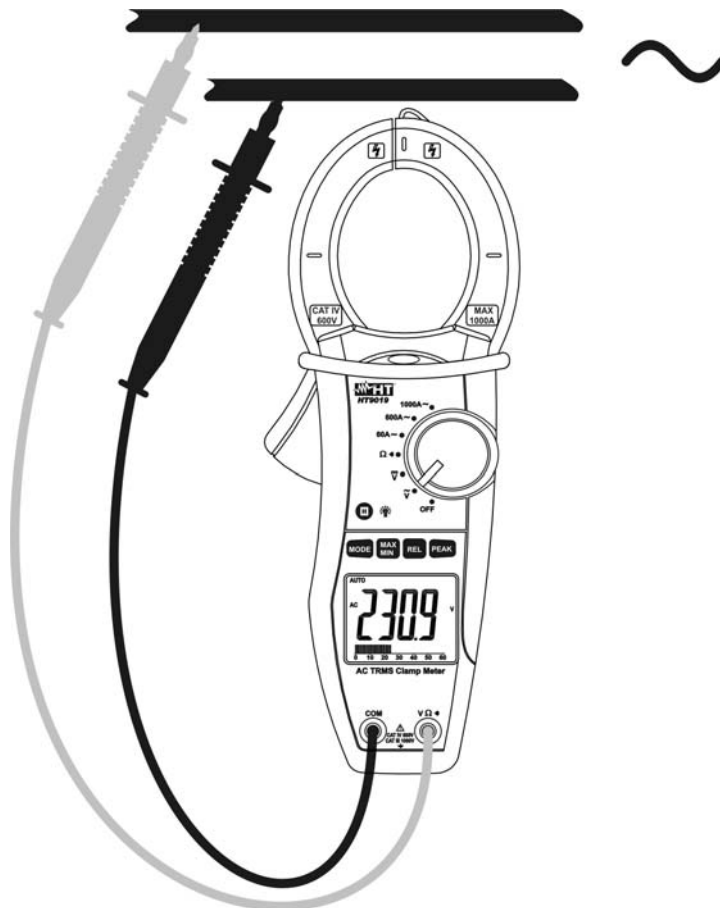

Fig. 3: Uso de la pinza en medidas de Tensión CA
2. Inserte el cable rojo en el terminal de entrada $V\Omega\tilde{V}$ y el cable negro en el terminal de entrada **COM** (Fig. 3)
2. Inserte el cable dentro del maxilar al centro del toroidal para obtener mediciones precisas. Usar como referencia las muescas del maxilar (ver Fig. 3). El valor de la corriente CA o CC será visualizado.